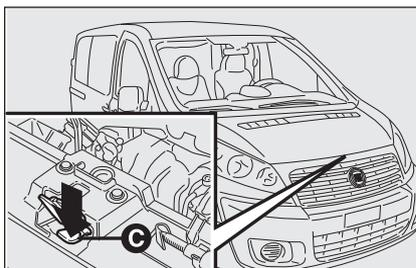

рис. 106
– нажмите на рычажок **C-рис. 106** капота двигателя;